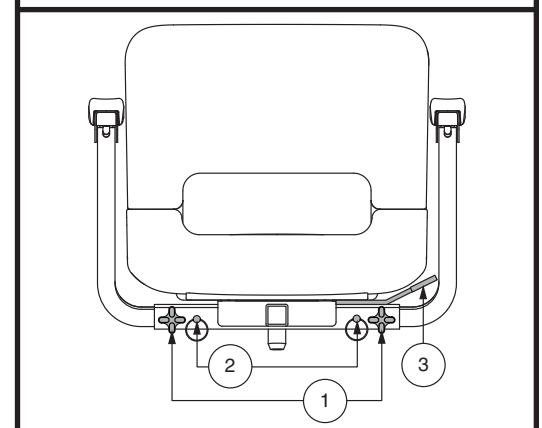

Figure 21. Réglage du siège – Style A
1. Desserrez les boutons de réglage. Voir la figure 21.
1. En fonction de votre type de siège, soit tirer vers le haut ou pousser vers l'avant le levier de rotation du siège afin de dégager le siège. **Voir la figure 21 ou 22.**